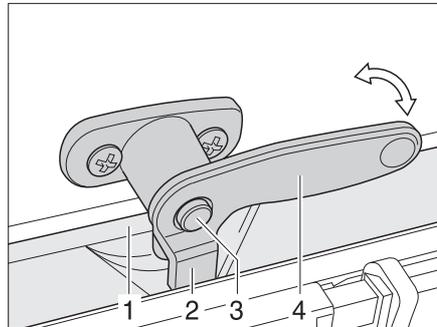

Bild 44 Verriegelungshebel mit Sicherungsknopf in Stellung "geschlossen"
- Den Sicherungsknopf (Bild 44,3) drücken und gedrückt halten.
- Den Verriegelungshebel (Bild 44,4) eine viertel Umdrehung zur Fenstermitte hin drehen.
- Den Verriegelungshebel (Bild 44,4) eine viertel Umdrehung zum Fensterrahmen hin drehen. Die Gabel (Bild 44,2) am Verriegelungshebel liegt komplett auf der Innenseite der Fensterverriegelung (Bild 44,1).
- in Stellung "fest verschlossen" (Bild 44)